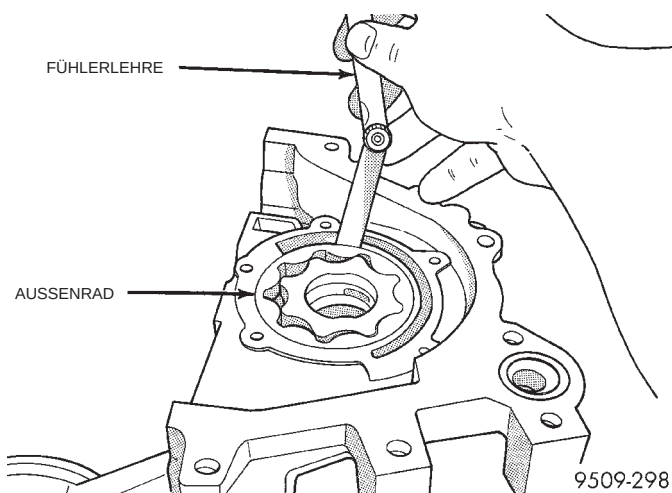

Abb. 96 Messen des Außenradspiels im Gehäuse
(5) Außenrad in das Pumpengehäuse legen, mit den Fingern an eine Seite des Pumpengehäuses drücken und Spiel zwischen Außenrad und Pumpengehäuse messen (Abb. 96). Bei einem Spiel von 0,39 mm (0,0015 Zoll) oder mehr Pumpengehäuse nur dann austauschen, wenn das Außenrad den Sollwerten entspricht.